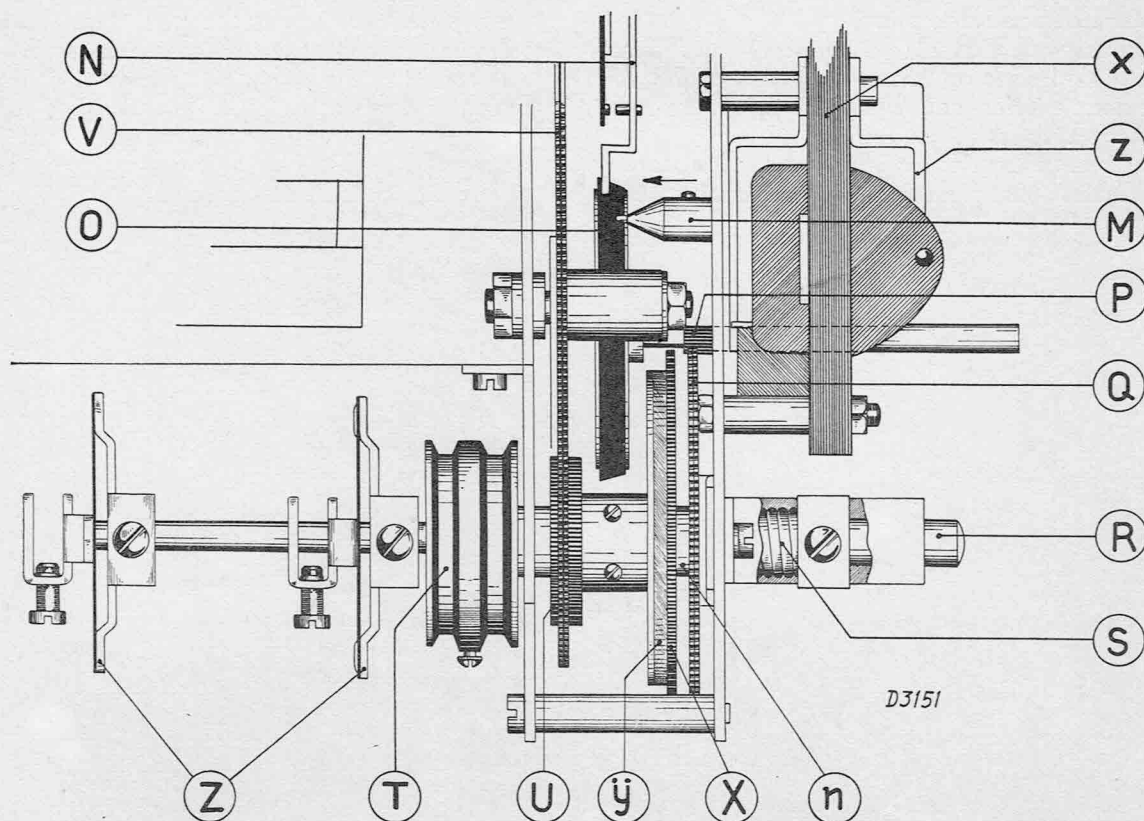

Fig. 12
En appuyant sur le bouton A (fig. 11) la touche dure B est enfoncée et arrêtée car le nez rond C tombe dans l'ouverture carrée D de l'étrier E. Cet étrier est d'abord poussé vers l'avant par C pour retomber sur C. De cette façon, on permet au ressort du pré-commutateur de l'accord silencieux F d'établir le contact avec la came G pendant la descente du bouton-poussoir. Lorsqu'on remplace le ressort F il est nécessaire de l'ajuster de telle manière que le processus de la commutation se fasse suivant la description ci-dessus. Le fait d'enfoncer le bouton dur provoque la compression du ressort monté sous celui-ci, par l'intermédiaire du doigt I, l'importance de cette compression étant déterminée par la limite d'enfoncement de la pointe d'arrêt H du doigt I dans la rainure du disque sélecteur. L'étrier J avec les cames a et b, qui y sont reliées est enfoncé d'une façon analogue par l'étrier I qui porte la pointe H, de ce fait, soit le ressort 3, soit le ressort 4 forme contact avec la came b (voir également sur les feuillets marqués A et sur le schéma de principe). En raison de la rotation du moteur le pignon M (fig. 12) va vers la gauche, (voir la flèche). Ce déplacement provoque le court-circuitage du groupe de ressorts N et le couplage entre M et O. Le pignon R, monté sur l'arbre avec disque O entraîne la roue d'engrenage Q. Par l'intermédiaire du ressort S, il existe un couplage par pression entre Q et l'arbre R, qui provoque la rotation de l'arbre principal des disques sélecteurs et également celle du condensateur variable par l'intermédiaire des engrenages U et V. Si la petite pointe d'arrêt H (fig. 11) vient à se loger dans un trou des disques sélecteurs, ceux-ci sont alors immobilisés. Ces disques et leur arbre sont directement couplés à l'arbre principal, par l'intermédiaire d'un accouplement par pression, (ressort W), donc également au condensateur.
1. Défaire les deux pièces de couplage Z (fig. 12), les pousser totalement sur l'arbre de couplage et les enlever avec cet arbre.